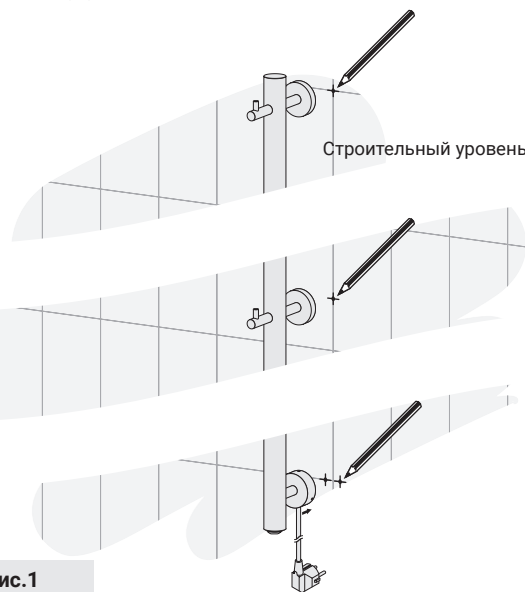

Рис.1
4.1.2. Произвести «**примерочный**» монтаж полотенцесушителя. Для точной разметки точек крепежа рекомендуется использовать строительный уровень (рис. 1).
4.1.3. Сделать метки на стене (рис. 1).